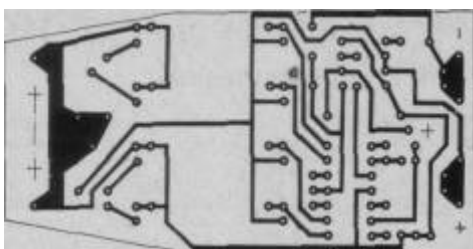
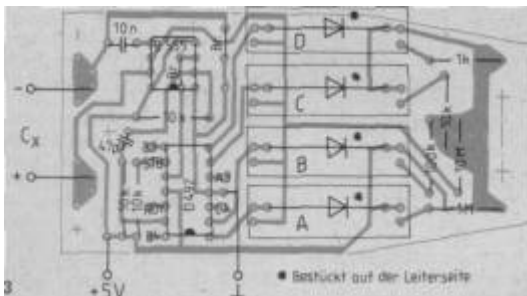

Bild 2
Bild 3
Wie in (1) wird ein B555D als Monoflop mit der unbekanntem KapazitÄ¼t im zeitbestimmenden RC-Glied beschaltet. Durch die Leitung RDY der PIO wird das Monoflop gestartet (OUT-Befehl), Es iÄ¼st beim ZurÄ¼ckschalten Ä¼ber /STB einen Interrupt aus. So ist es mÄ¼glich, mit dem Computer die unbekanntem KapazitÄ¼t "auszuzÄ¼hlen,,. Um Ä¼ber einen groÄ¼en KapazitÄ¼tsbereich gÄ¼nstige Zeitkonstanten zu erhalten, erfolgt eine Umschaltung des zeitbestimmenden Widerstandes mit Reed-Relais. Der zur Ansteuerung eingesetzte D492D kann auch durch andere geeignete Treiber (z B. Einzeltransistoren) ersetzt werden. Der externe Widerstand von R1...R5 ist unkritisch, man sollte aber Metallschichttypen verwenden. Ein Siebglied in der 5V-Leitung des B555D empfiehlt sich bei verbrumelter Spannung. Als Beispiel fÄ¼r die praktische Realisierung zeigen **Bild 2** (Layout) und **Bild 3** (BestÄ¼ckungsplan) einen Entwurf, der fÄ¼r das Gehäuse eines ausgedienten Antennen-Symmetriergliedes gedacht ist.